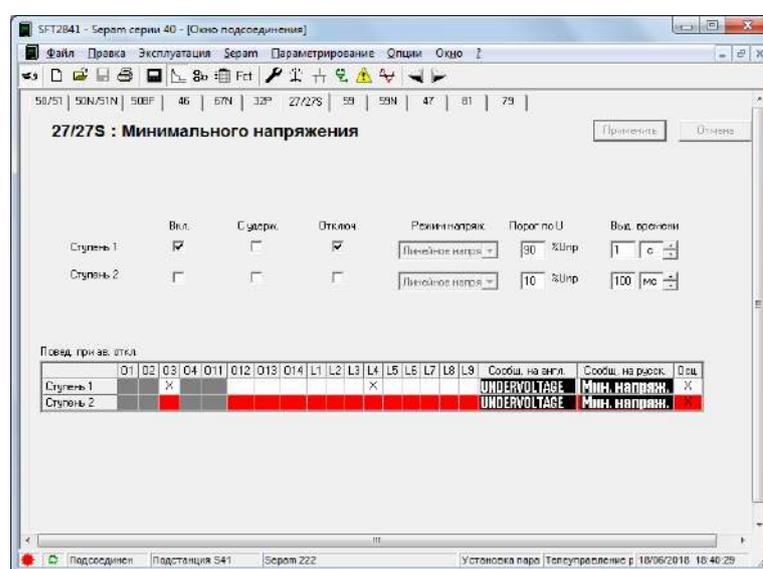

Рисунок 3.7 – Окно «27/27S Защита минимального напряжения»
10. На иконке  панели инструментов расположены параметры уставок, на вкладке 27/27S расположены уставки защиты Минимального напряжения (рис. 3.7).